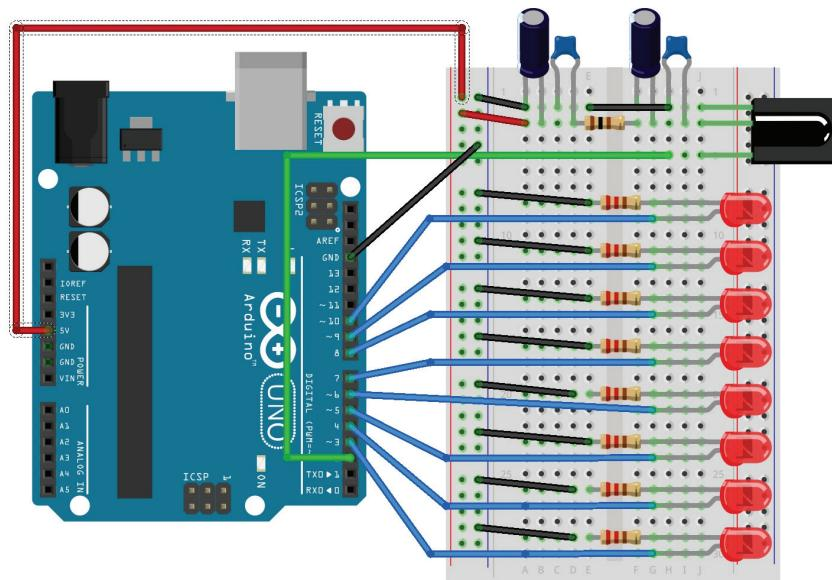

Рис. 25.1. Схема соединений ИК-управления
Можно узнать протокол вашего пульта и написать скетч для получения кодов, отправляемых с пульта. К счастью, уже написана универсальная библиотека для приема и обработки кодов с любого пульта – Irremote. Ее мы и будем использовать при написании скетча. В нашем эксперименте мы будем с ИК-пульта зажигать светоизоды, подключенные к плате Arduino. Схема соединений показана на рис. 25.1. Выход ИК-приемника подсоединен к выводу 1 платы Arduino. Без фильтра питания будет работать нестабильно, поэтому ставим RC-фильтр.
- Подключаем ИК-приемник и светодиоды к плате Arduino по схеме на рис. 25.1.